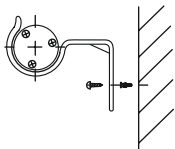

Рисунок 1
- закрепите кронштейны на стене при помощи винтов саморезающих и дюбелей, входящих в комплект поставки (рисунок 1);